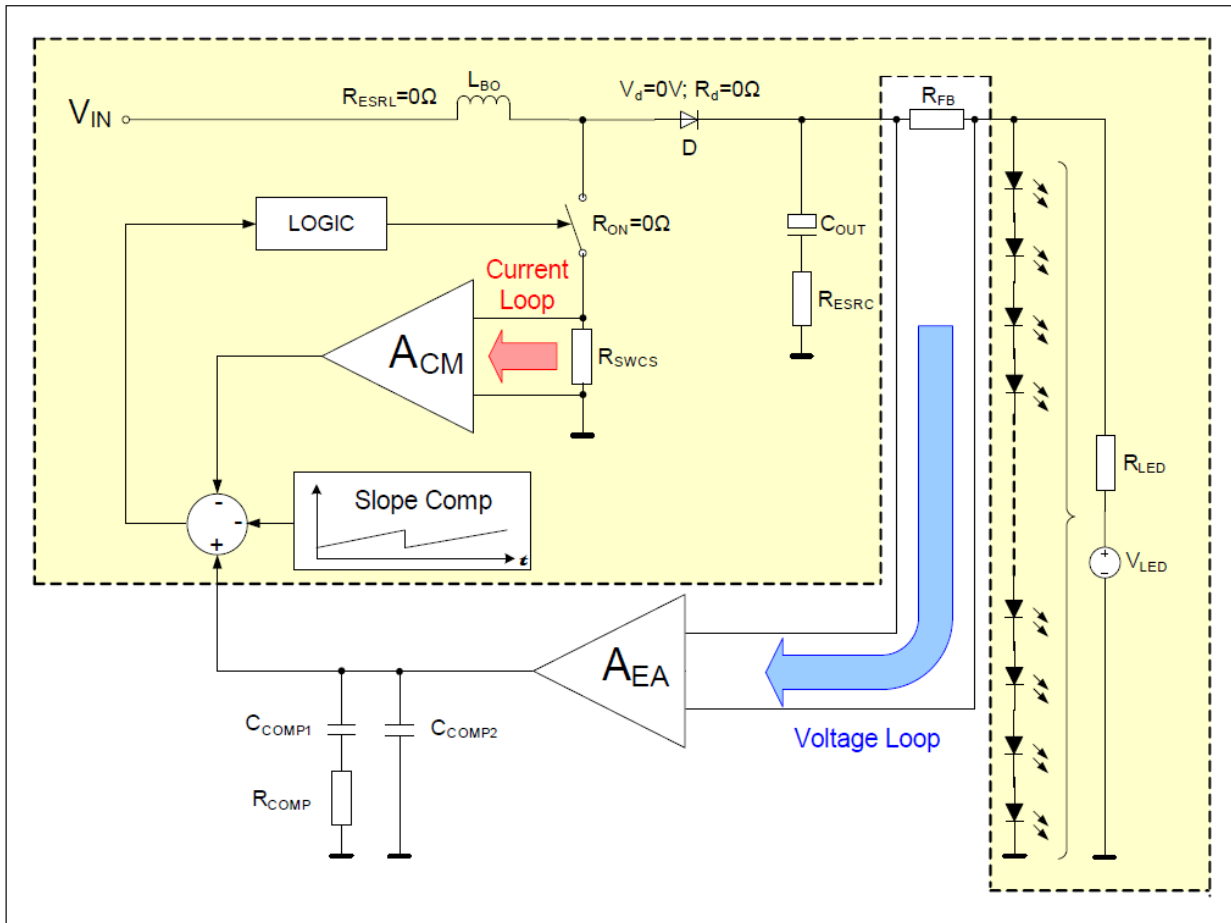

图23 TLD5095/98 闭环示意图
下图23显示了保持闭环稳定的主要元器件。这些元器件主要有升压电感 L_{BO} ，输出电容 C_{OUT} 和它的ESR值，反馈电阻 R_{FB} 和输出网络 R_{LED} ，且 V_{LED} 对闭环的稳定性影响重大。可以忽略续流二极管参数 V_d 和 R_d 。
注释: A_{CM} 方程式 (56) 不仅仅描述了电流回路放大器。电流回路，斜率补偿，逻辑和升压网络（包含了: C_{OUT} 和 R_{LED} , L_{BO} ）自身，都显示在图23高亮的虚线区。